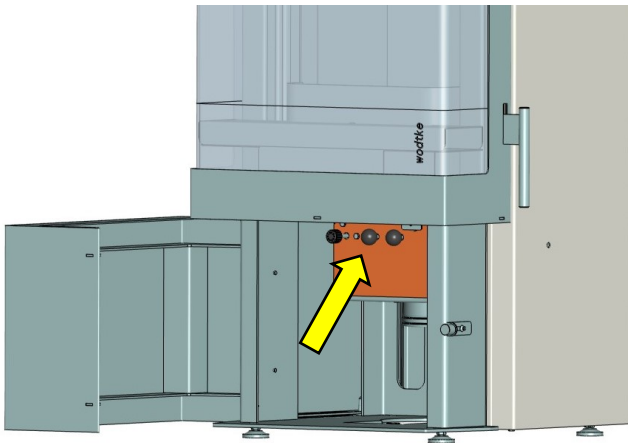

Abb. 23: Position der Luftschieber
Die Luftschieber des Kaminofens befinden sich hinter der Klappe unter dem Feuerraum (Abb. 23).
- Speziell Scheibenluftquerschnitt (Abb. 23 auf Seite 19) nie ganz schließen, da dann keine Scheibenspül-luft mehr auf die Sichtscheibe kommt.